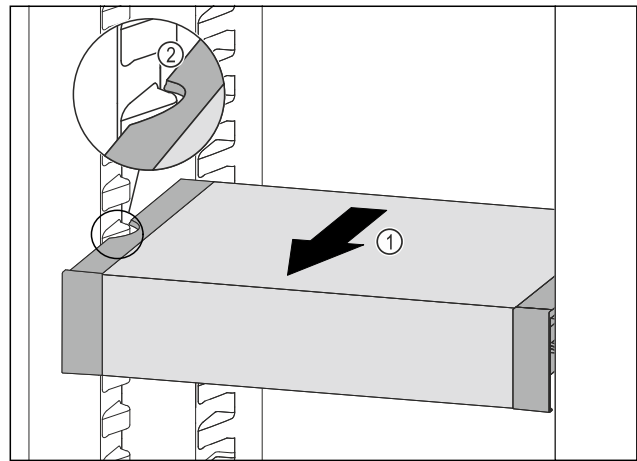

Fig. 123
- ▶ VarioSafe naar voren trekken Fig. 123 (1), tot de uitsparingen aan de zijkant van de VarioSafe zich ter hoogte van de rib in het koelgedeelte bevinden. Fig. 123 (2)